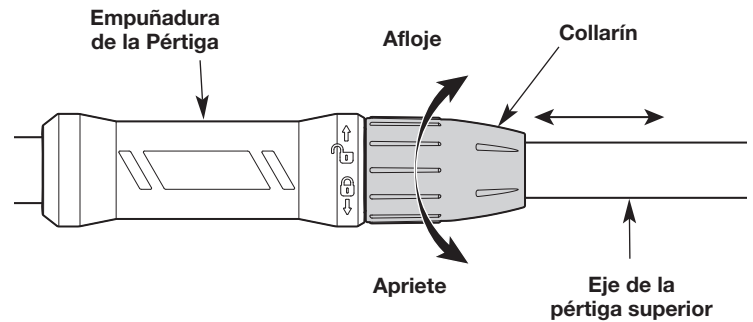

Fig. 3
1. Con una mano sostenga con firmeza la empuñadura de la pértiga (Fig. 3).
2. Rote el collarín en sentido de las agujas del reloj para destrabar el collarín (Fig. 3).
3. Deslice el eje de pértiga superior hacia arriba o abajo hasta alcanzar la longitud deseada (Fig. 3).
4. Rote el collarín en sentido contrario a las agujas del reloj para trabar el collarín y el eje de pértiga superior firmemente en posición. (Fig. 3).